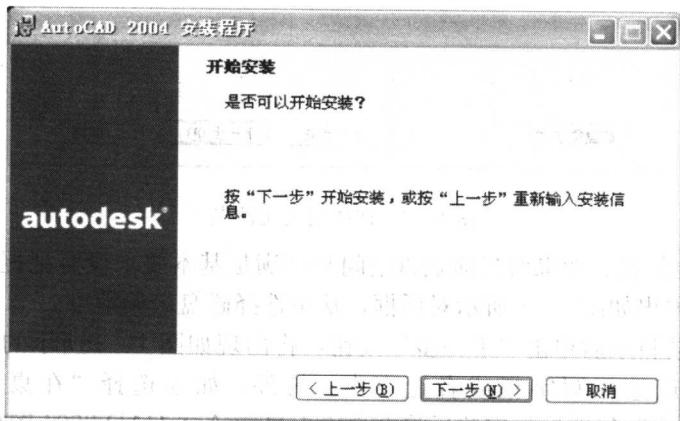

图 1—10 安装确认
- (9) 如果确定，则单击“下一步”按钮，将出现如图 1—11 所示的安装界面。